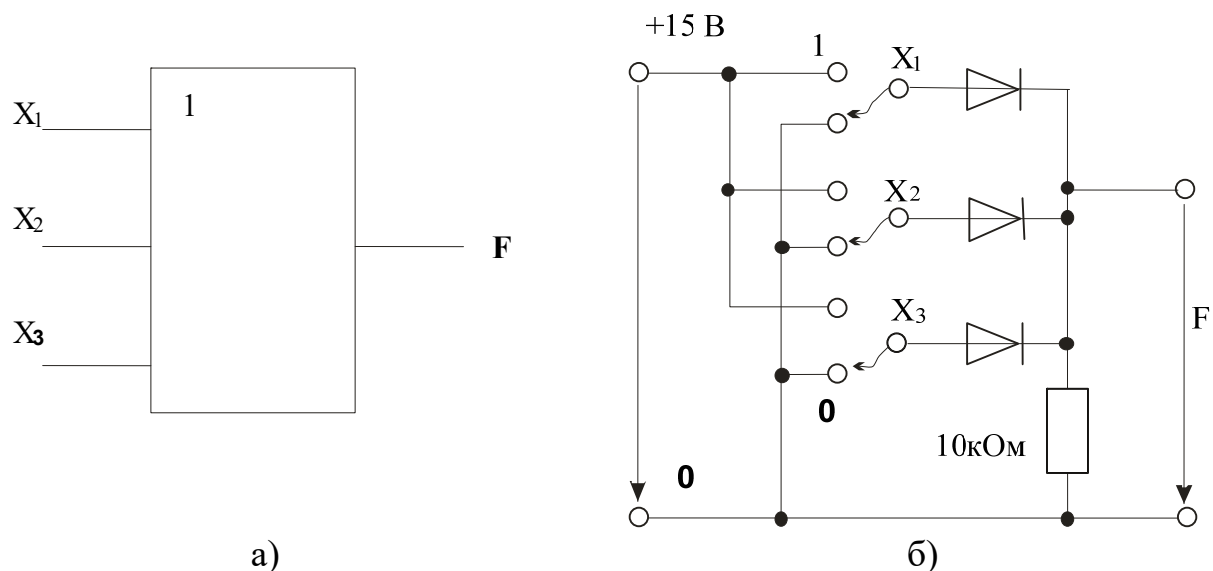

Рисунок 2 – Логический элемент OR с тремя входами
2.1. Соберите цепь согласно схеме (рис. 2, б). Подайте последовательно $0\text{В} \equiv \text{сигнал } 0 \equiv \text{уровень низкого потенциала}$, $+15\text{ В} \equiv \text{сигнал } 1 \equiv \text{уровень высокого потенциала}$, к входам x_1 , x_2 и x_3 , как указано в таблице 2. Занесите соответствующие значения выходного сигнала (0/1) в таблицу.